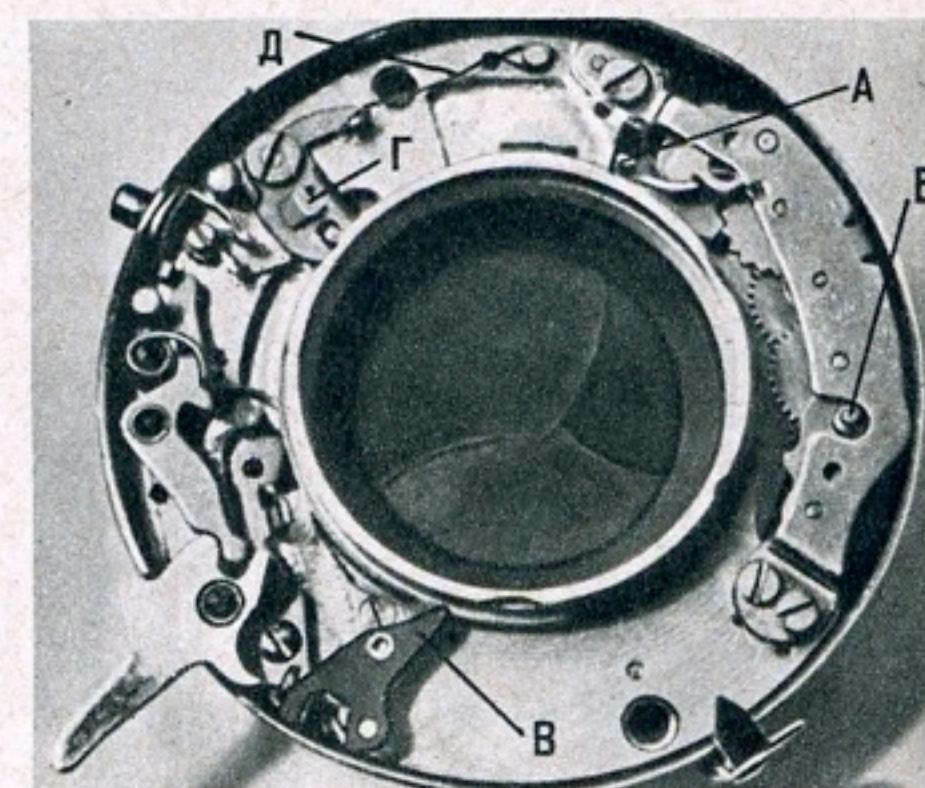
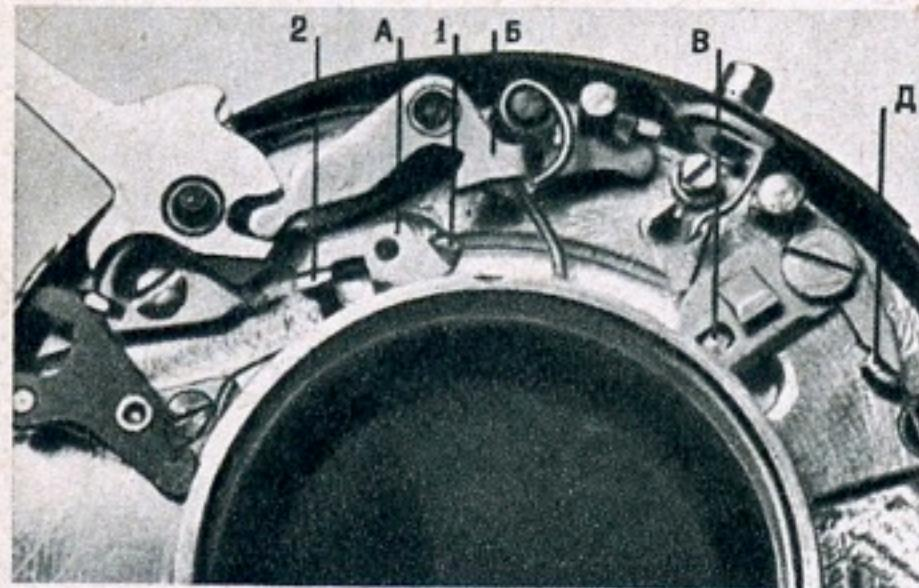

Рис. 12
Рис. 14
растянула, ее следует заменить. При установке кольцевого рычага на место, необходимо отжать клык анкера *A*, штифт секторной шестерни *B* и крючок *C* (рис. 12).
**Нарушена работа затвора при установке на «В».** Неисправность происходит из-за рассогласования рычагов *A* и *B* (рис. 14). При спуске затвора кольцевой рычаг во время полного раскрытия лепестков своим отгибом, на котором крепится пружина, упирается
Правильная установка этого отгиба регулируется следующим образом. На затвор устанавливаем кольцо деления скоростей *A* (рис. 15). Затем кольцо поворачиваем по часовой стрелке до упора на «В» и проверяем, как укладывается в прорез кольца *A* отгиб *B*: отгиб должен опускаться в прорез до упора рычага *A* (см. рис. 14), внизу затвора. Сам отгиб, опустившись в прорез, не должен касаться стенок прореза. Между стенкой прореза и отгибом
**Нарушение работы лепестков.** Раскрытие лепестков производится при помощи рычага *B* (см. рис. 14). На рычаге имеется продолговатое отверстие, в которое входит штифт лепесткового кольца. При нажиме силового кольца на отгиб рычага в точке *D* лепестки раскрываются. Закрытие лепестков происходит от нажима силового кольца на зуб *G* (см. рис. 12). Для вспомогательного действия при закрытии лепестков на отгиб рычага действует пружина *D*. При смещении этой пружины или в случае ее поломки и происходит заедание лепестков, так как сам рычаг начинает произвольно смещаться.